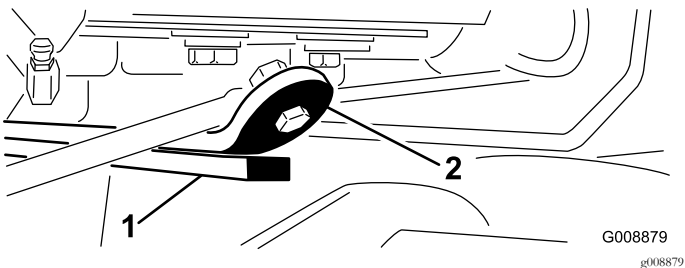

图28
- 3. 如 图28 所示启动发动机升起提升臂检查并确保后滚刀组耐磨棒顶部的耐磨带与缓冲带之间的间隙介于 0.512.54mm 之间。